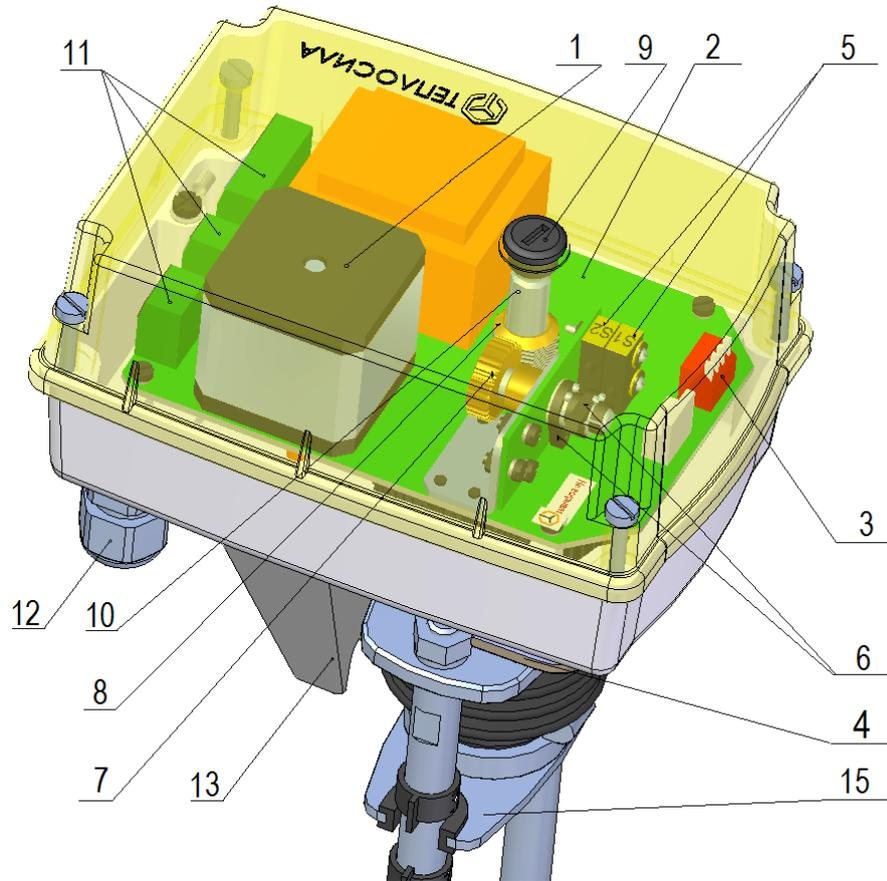
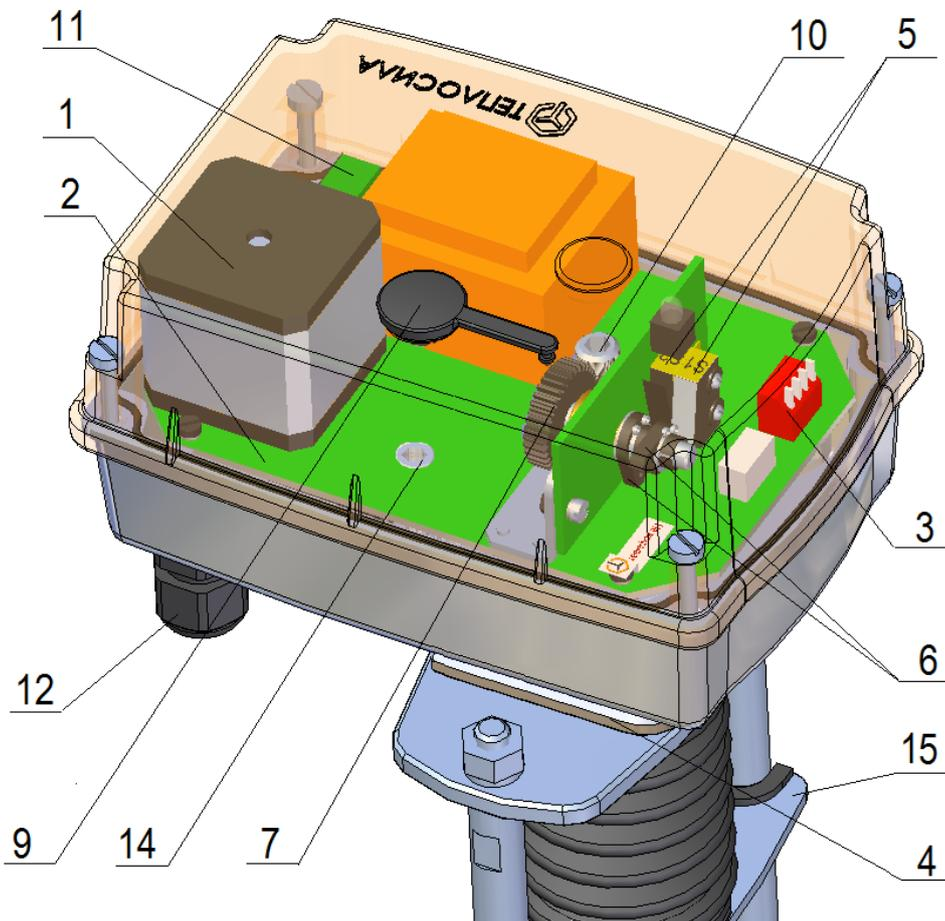

Рисунок 1. Общий вид TSL-1200-1, TSL-1600-1, TSL-2200-1, TSL-3000-1
Рисунок 2. Общий вид TSL-6000-1
Электропривод в выключенном состоянии имеет возможность управления выходным органом с помощью ручного дублёра (4) (рисунок 1, 2) - шестигранный ключ 5мм (установлен на корпусе), который через отверстие в верхней крышке (открыв пробку (9)) вставляется в отверстие в валу (10) (рисунок 1), или в отверстие шестерни (14) (рисунок 2).